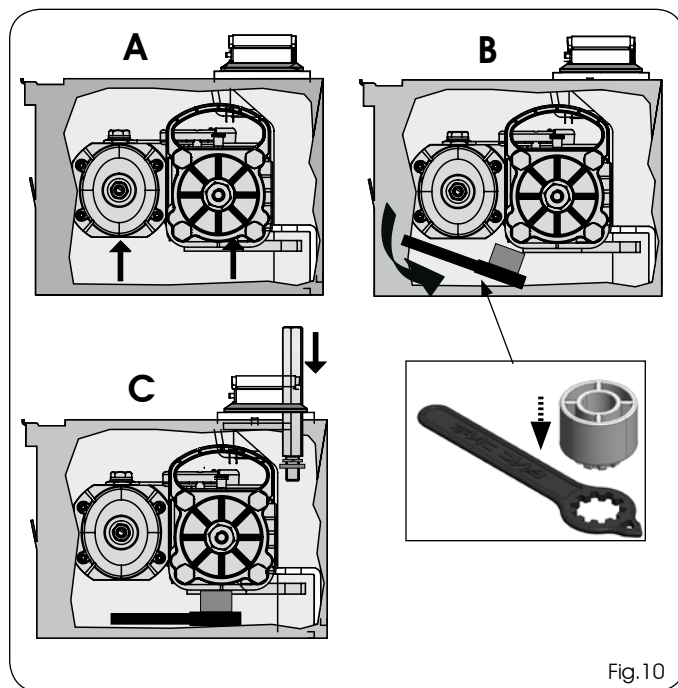

Fig.10
10) Alzare l'operatore utilizzando le apposite maniglie (Fig. 10 rif. A), inserendo il pignone nella boccola scanalata della cassetta portante. Per facilitare l'operazione, ruotare leggermente l'operatore fino a che non vi sia l'accoppiamento.